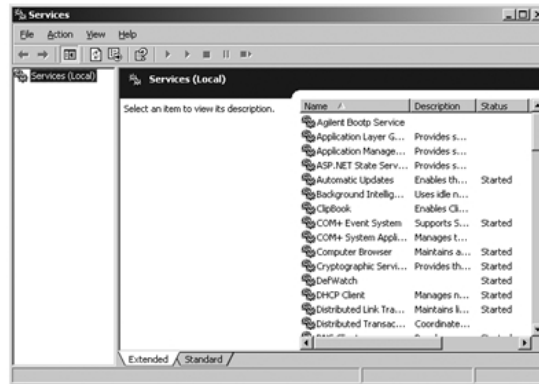

Figura 46 Finestra Servizi di Windows
- 1 Nel Pannello di controllo di Windows, selezionare **Strumenti amministrativi > Servizi**. Viene visualizzata la finestra **Services**, vedere Figura 46, pagina 269.